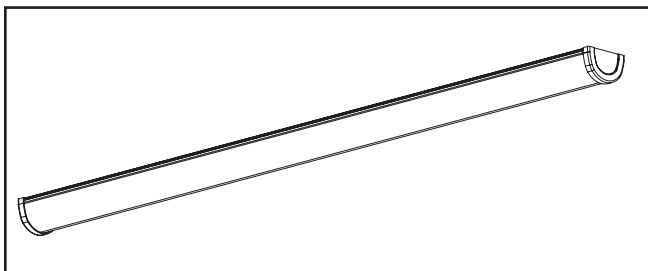

Figura 1.
1. Retire la lente del material de protección y sepárela. Realice el cableado de la luminaria de acuerdo al código. (Figura 1.)